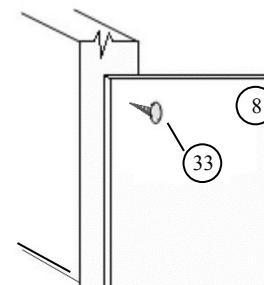

Рис.2 Крепление задней стенки и дна ящика
2. Установка задней стенки (рис.2): положить корпус изделия лицевой поверхностью вниз. Вставить стенку заднюю, состоящую из 2-х частей, соединенных профилем (34), в пазы боковых стенок. Прикрепить заднюю стенку к горизонтальной нижней и планке задней (6) гвоздями (33) с шагом 100-150мм, предварительно выверив прямоугольность корпуса (равные диагонали).